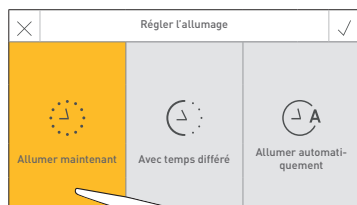
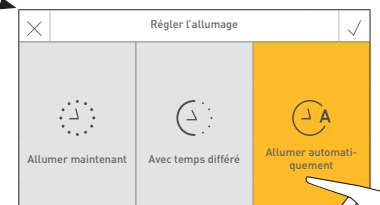

Fig. 13
Fig. 15
- 5.) Sélectionner le type d'allumage souhaité – Fig. 13 – Fig. 15.